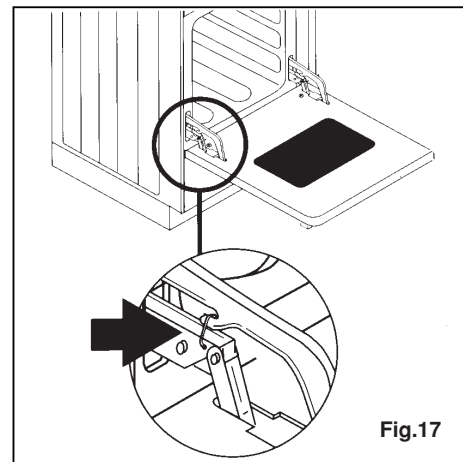

Fig.17
- Il existe une bride (ou anneau) sur chacune des deux charnières. Abaissez-la. N'oubliez pas de le faire sur les deux charnières avant de passer à l'étape suivante (Fig.17).